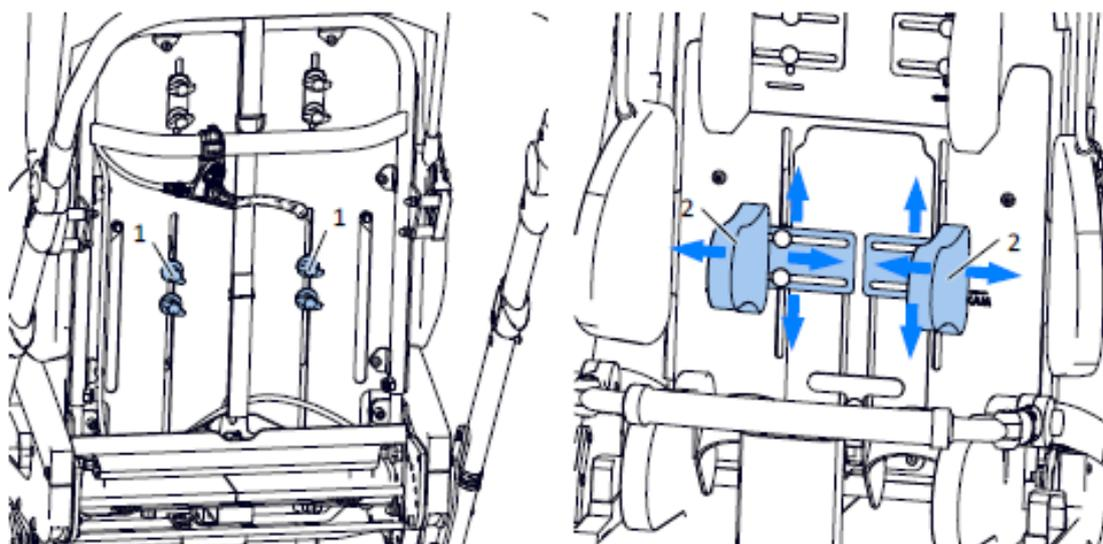

Fig. 18
Per regolare la posizione degli stabilizzatori toracici (2), allentare le manopole (1) Fig. 18, quindi regolare la posizione degli stabilizzatori toracici (2). Dopo aver regolato la posizione desiderata degli stabilizzatori, serrare le manopole (1), bloccando il movimento degli stabilizzatori. La posizione degli stabilizzatori destro e sinistro è indipendente, e può essere regolata separatamente.